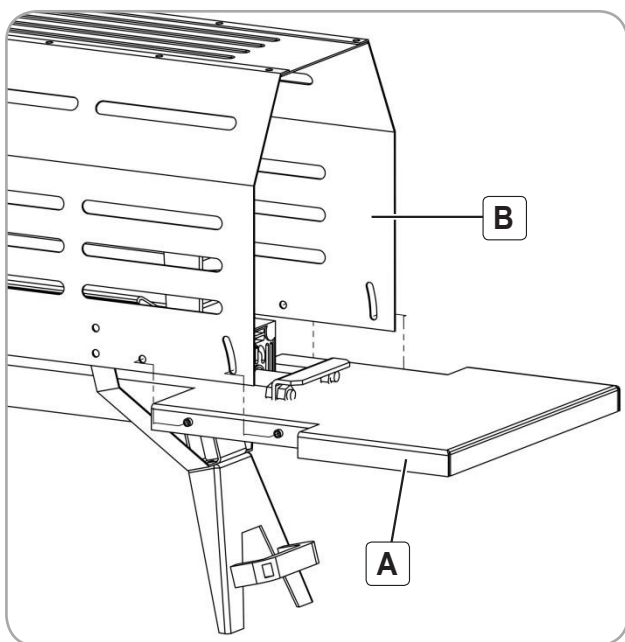

Fig.8
Conectați Masa de evacuare (A) cu capacul de protecție (B) prin intermediul a doua șuruburi M6x12, două șaiabe Ø6, piulițele de blocare M6 și butoanele cu strângere rapidă indicate în Fig.8